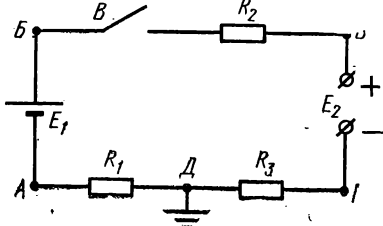

Рис. 2.14
4. Повторить измерения в цепях, собранных по схемам рис. 2.14 и 2.15.
2. Повторить то же самое для схемы рис. 2.14 и 2.15.